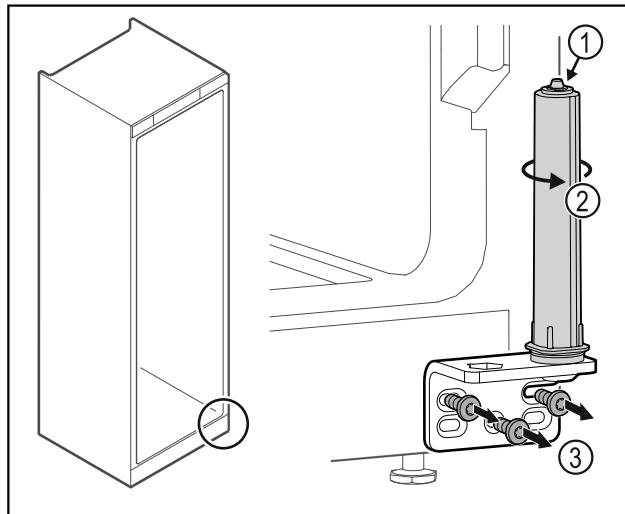

Fig. 18
- ▶ Не разглобявайте затварящата система на вратата Fig. 18 (1).
- ▶ Въртете затварящата система Fig. 18 (2), докато тя щракне.
- ▶ Развинете ъгъла на пантата Fig. 18 (3).